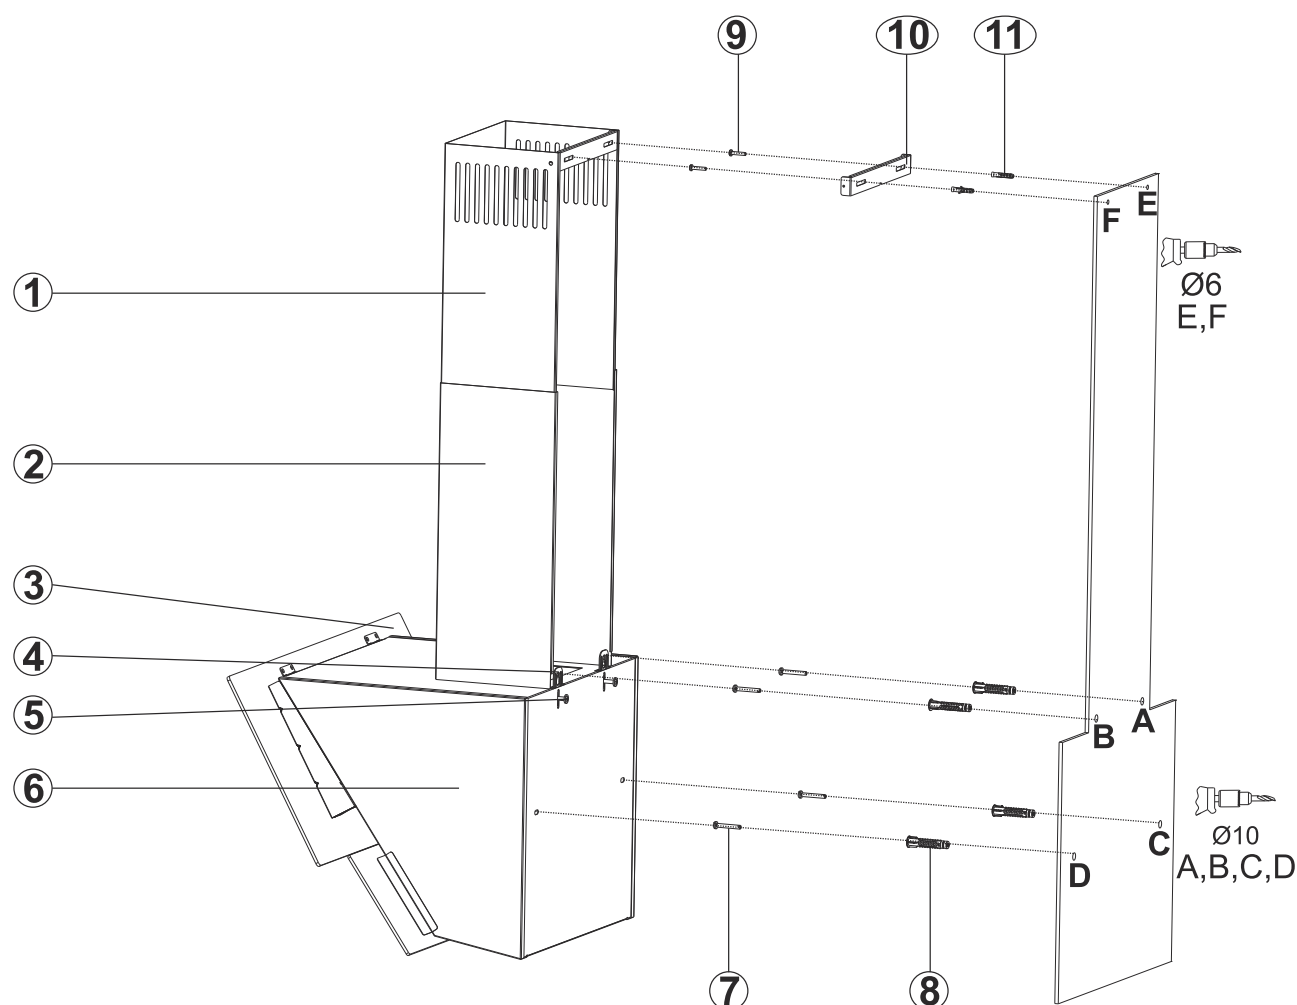

Fig. 16
1. ➔ Løsn skruen (4) til ophængningsbeslaget (5) og træk ophængningsbelsaget (5) op. Stram derefter skruen for at fastgøre beslaget (Fig. 16).
2. ➔ Montere emhætten ved brug af monteringsskabelon. Hold monteringsskabelonen op ad vægen og tag de anbefalede installations højder i betragtning. Bor huller i punkterne A, B, C & D (Fig. 16).
3. ➔ Placer Ø 10 mm rawlplugs (8) i borede A, B, C og D punkter, og skru skruerne til A + B-punkter med 5 mm mellemrum mellem skruetop og væggen (Fig. 16).
- 1. ➔ Vægbeslaget til skorstenen (10) holdes hen mod væggen der hvor den skal placeres. Herefter markeres punkterne E & F (Fig. 16).
- 2. ➔ Bor punkter E og F med Ø 6 mm bor, og sæt Ø 6 mm rawl-plugs. Monter vægbeslaget til skorstenen med 3,9x22 skruer (Fig. 16).